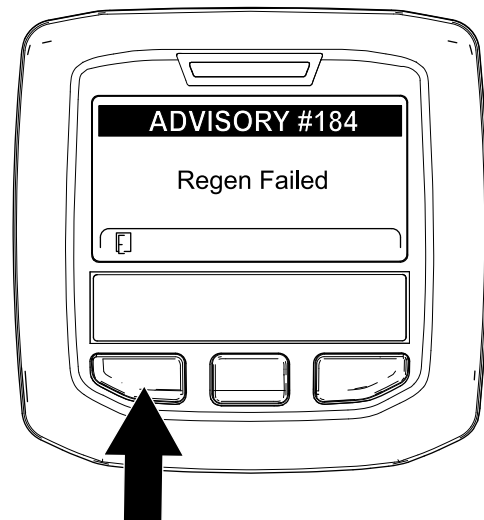

Figura 63
**Nota:** Si la regeneración no se realiza correctamente, el InfoCenter muestra Advisory #184 (Aviso n.º 184) (Figura 63). Pulse el botón de la izquierda para salir a la pantalla de inicio.